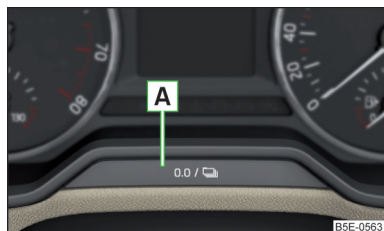

Fig. 28
► Pulse ligeramente la tecla **A** » fig. 28 de la pág. 34.
- > Pulse la tecla **A** » fig. 28 y manténgala pulsada hasta que se muestre en la pantalla el menú **Hora**.